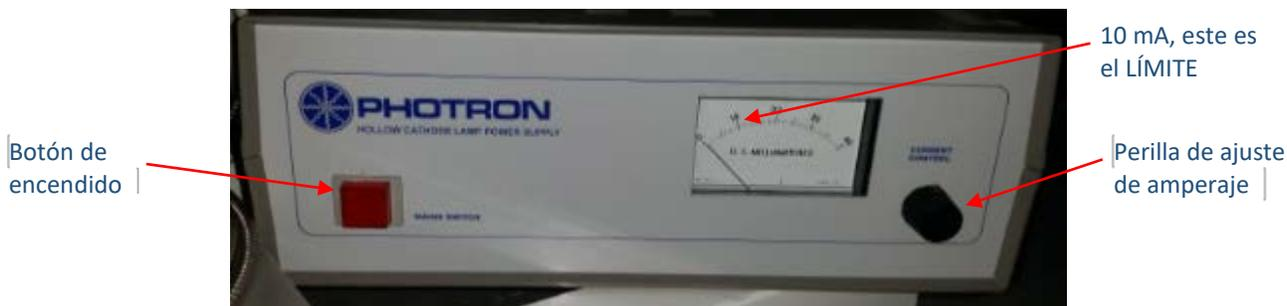

Figura 12. Panel frontal de la fuente de corriente para la lámpara de comparación.
En el panel frontal de la fuente de corriente PHOTRON existen tres elementos: el botón de encendido, la perilla de ajuste de corriente y el amperímetro (ver figura 12). En las pruebas realizadas se observó que son suficientes 2 mA para tomar un arco de 5 s de exposición con una abertura de 200 micras en la rendija del espectrógrafo.
2. Encender la fuente de corriente de la lámpara de comparación y girar la perilla hacia la derecha hasta alcanzar un poco menos de 10 mA (ver figura 12).